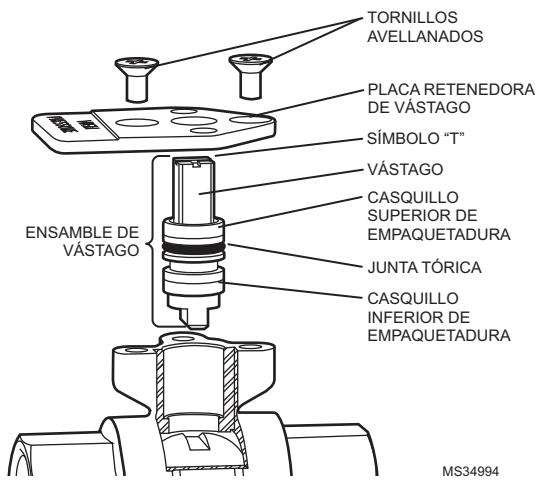

Fig. 34. Reemplazo del vástago de la válvula en línea.
El vástago de la válvula se puede reemplazar en línea, si es necesario. Consulte la Fig. 34.
7. Deslice el subje por el vástago, con la lengüeta orientada como se indica en la Fig. 34.